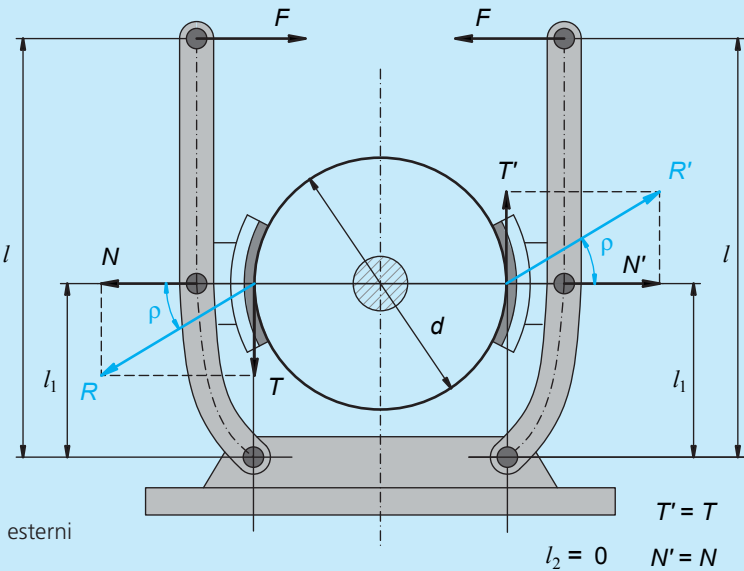

Figura 2
Se è $l_2 = 0$ (Figura 2), dalla relazione (4) si ricava: